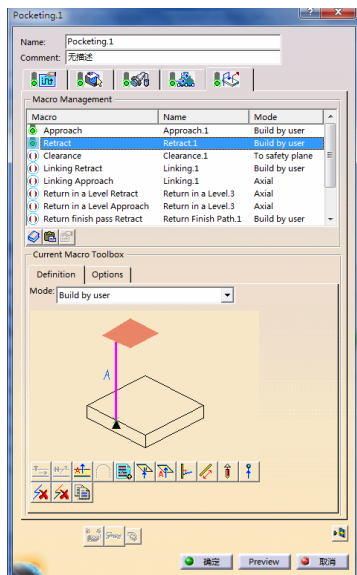

图 3-86 设置“Retract”参数（4）
- 在“Macro Management”区域的列表框中选择“Retract”，单击鼠标右键，在弹出的快捷菜单中选择 Activate 命令，在“mode”下拉列表中选择“Build by user”，依次单击按钮和按钮，设置“Retract”参数（4）如图 3-86 所示。